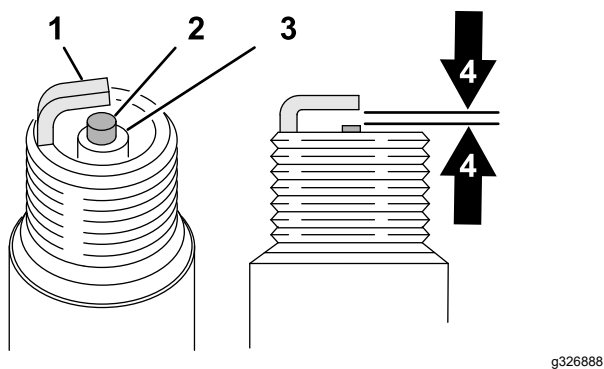

Figura 36
5. Mire la parte central de las bujías (Figura 36). Si se observa un color gris o marrón claro en el aislante, el motor está funcionando correctamente. Si el aislante tiene un recubrimiento negro, significa que el limpiador de aire está sucio.
6. Mida la distancia entre los electrodos central y lateral (Figura 36). La distancia debe ser de 0.76 mm (0.030").